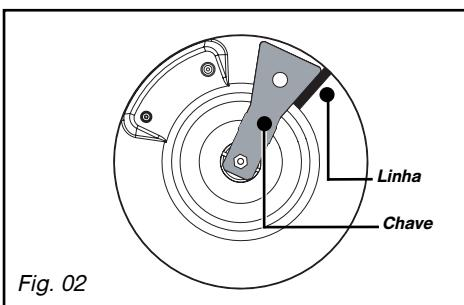

Fig. 02
- Com um lápis, faça uma linha na placa do forno no local indicado (*Fig. 02*).